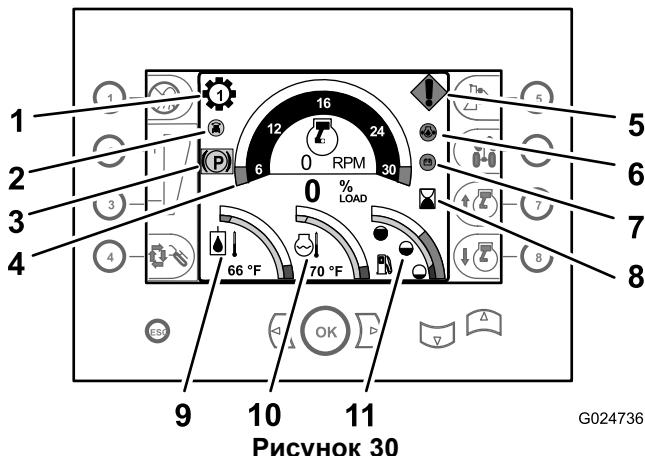
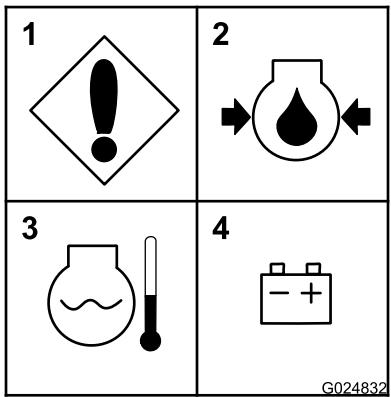

Рисунок 30
Рисунок 31
- **Индикатор включения передачи** – этот индикатор показывает, какая передача выбрана в трансмиссии (с 1 по 4), он отображается выше и левее тахометра (Рисунок 30).
- **Индикатор автоматического наклона 0** (дополнительный комплект) – Индикатор «Включено/выключено» показывает, действует ли функция автоматического наклона. Индикатор автоматического наклона расположен непосредственно ниже и левее индикатора включения передачи (Рисунок 30).
- **Тахометр** – тахометр показывает скорость вращения двигателя в оборотах в минуту (об/мин). Тахометр отображается в верхней средней части дисплея центра управления (Рисунок 30).
- **Счетчик часов работы** – счетчик часов работы показывает общую наработку двигателя в часах. Он отображается в центре правой части дисплея управления, справа от тахометра (Рисунок 30).
- **Индикатор температуры гидравлической жидкости** – этот индикатор показывает рабочую температуру гидравлической жидкости и отображается в нижней левой части дисплея центра управления (Рисунок 30).
- **Индикатор температуры охлаждающей жидкости** – этот индикатор показывает температуру в системе охлаждающей жидкости двигателя. Он отображается в нижней средней части блока приборов (Рисунок 30).
- **Индикатор уровня топлива** – Этот индикатор показывает уровень оставшегося в баке топлива и отображается в нижней правой части дисплея центра управления (Рисунок 30).
- **Ошибка машины или двигателя** – Это сообщение появляется, если возникает нарушение в работе машины или двигателя. Причина неисправности показывается в разделе диагностики панели приборов (Рисунок 30 и Рисунок 31).
- **Низкое давление масла в двигателе** – Это предупреждающее сообщение отображается, когда в двигателе давление масла отсутствует или слишком низкое (Рисунок 30 и Рисунок 31).
- **Перегрев двигателя** – Это сообщение появляется при перегреве двигателя (Рисунок 30 и Рисунок 31).
- **Проверьте генератор или аккумуляторную батарею** – Это сообщение появляется, если генератор не заряжает аккумуляторную батарею (Рисунок 30 и Рисунок 31).